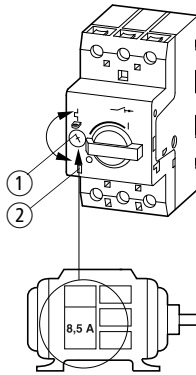

Abbildung 1: Motorschuttschalter PKZM0/XTPR...BC1
Die PKZM0/XTPR...BC1 werden mit Hilfe einer Stromeinstellscheibe ① (→ Abb. 1 auf Seite 8) auf den Motornennstrom eingestellt.
Durch eine zusätzliche Testeinrichtung ② (→ Abb. 1 auf Seite 8) kann die Funktionstüchtigkeit des Schalters kontrolliert werden.